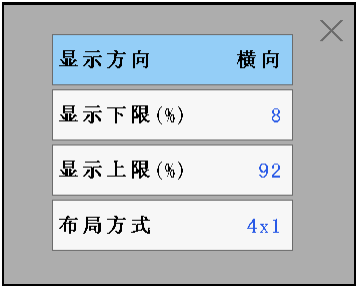

图 10-3
- 1. 点击弹出如图 10-3 所示对话框，可设置曲线显示方向、每页通道数布局以及部分缩放的上下限。关闭对话框后，设置生效。
- 5. 缩放键。按此键开启或关闭部分缩放功能，部分缩放的范围在图 10-3 所示对话框中设定。